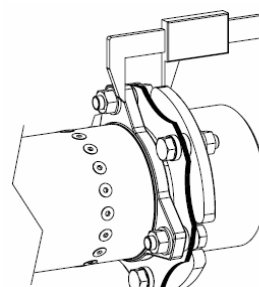

Figura 10 – Alinhamento por medição
- O alinhamento deverá ser feito por meio de medição determinando as dimensões máxima e mínima na superfície externa do cubo na montagem final (vide figura 10).